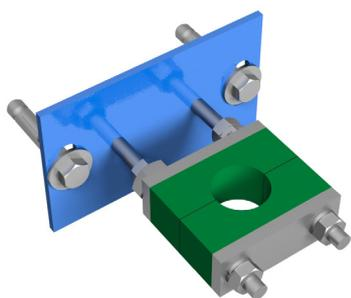

Fig. 12
- Recomenda-se um suporte-guia de fuso (fig. 12) a cada 1,5 m.